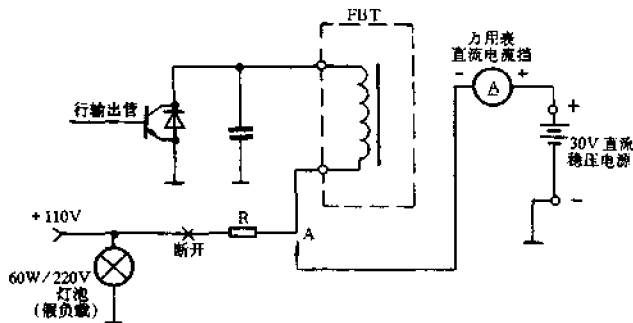

图 4-361 外接电源检测行输出变压器
测试方法如图 4-361 所示。可按下述步骤操作测试。
(1) 断开行输出变压器的 110V 供电支路。有行限流电阻的机芯, 将限流电阻从电路板上焊开一端即可(见图 4-361 中的 R)。
(2) 备好一台输出电压为 DC30V、输出电流大于 1A 的直流稳压电源, 将其负极与彩色电视机主板地相接, 正极接万用表的红表笔, 万用表的黑表笔则直接接在行输出变压器的供电输入脚上(见图 4-361 中 A 点), 其余引脚保持与原机相接不变。万用表要选用直流电流挡, 且量程要大于 1A。
(3) 加电测试: 先开彩色电视机主机电源, 再开 DC30V 直流低压供电电源, 仔细观察万用表指针指示的电流值大小。正常情况下, 电流应小于 100mA, 如果实测值大于 100mA, 则可确定行输出变压器的某绕组有匝间短路故障。